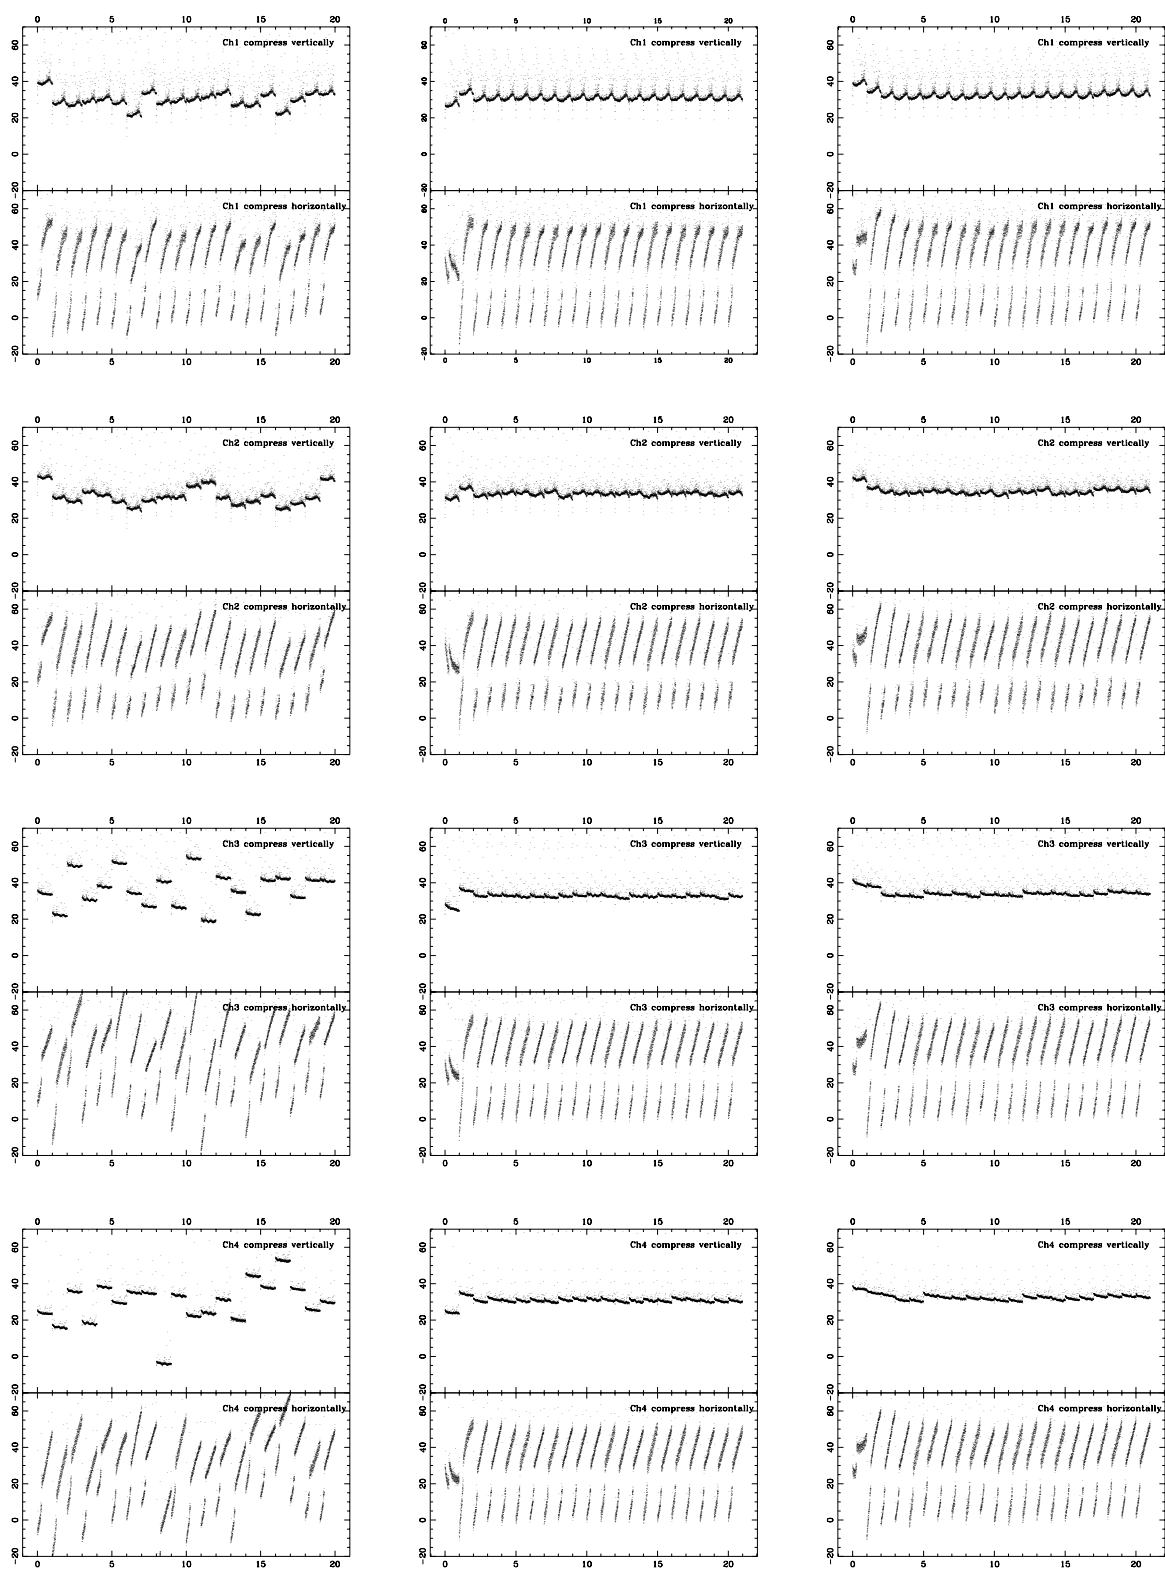

図 2: 77K で取得した全フレームを縦方向と横方向に 2 次元化して並べたもの。上段から順に、コドラント 1, 2, 3, 4。左から順に 0054 ~ 0073, 0143 ~ 0163, 0164 ~ 0184。
- 常温で横方向に1次元化すると2段に分かれているのが分かる。常温ではフレームに1ピクセル毎の縞が現れ、それがこのように見えている。平均フレームを引いたあともこの縞が少し残っている(図2)ところを見ると、常温での安定度も1ピクセル毎に違うらしい。岩室さんによると NICMOS 系の検出器はそうように作られているらしい。(本当か?)
上の画像は reset_scan-scan で得たフレーム。各コドラント途中で線が入って、さらに画面が 10ADU 程度傾いている。また、20 枚連続してとった時には 2 枚目以降のフレームの傾きがはるかに大きくなって、100ADU に達してしまう (図 2)。